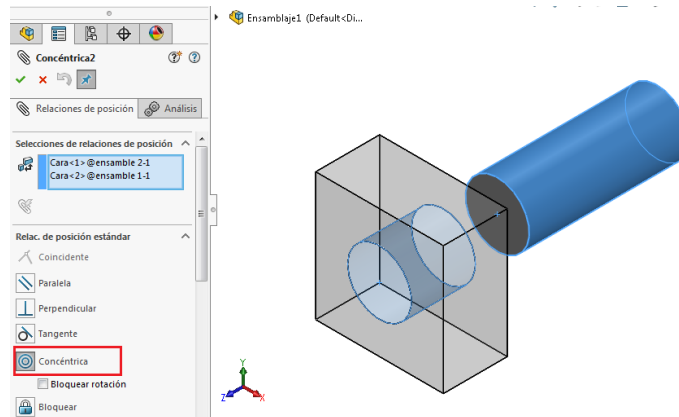

Ilustración 175
Paso 4: Primero se usa la relación **Concéntrica**, con esta relación se mantiene fija la posición del cilindro y solo se puede mover a través de donde esté relacionado, para hacer la relación se debe elegir el contorno del cilindro y el contorno del corte (ver ilustración 175).